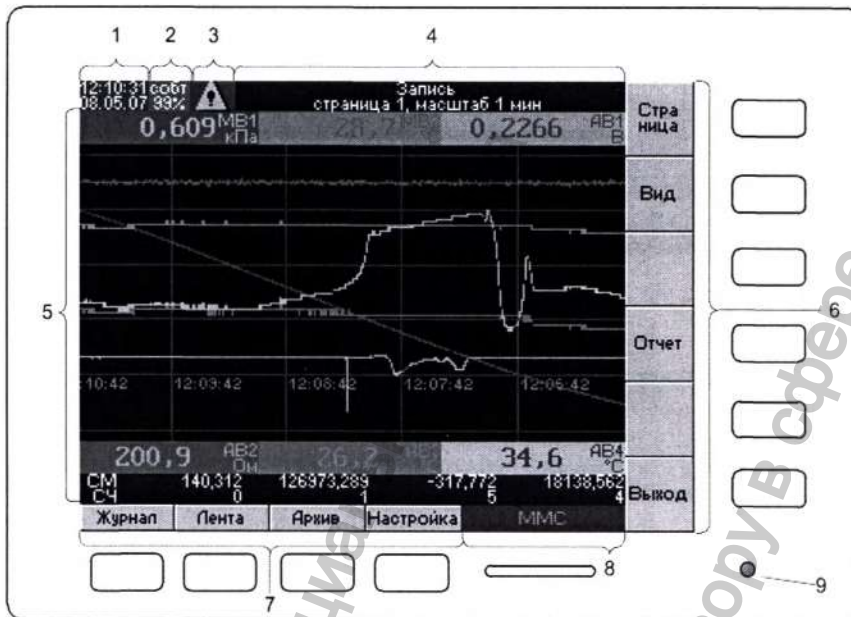

Рисунок 2.1 Интерфейс регистратора в режиме измерения
Регистратор имеет 10 функциональных клавиш, расположенных в два ряда – справа и снизу (см. рис. 2.1). Функции клавиш определяются режимом, в котором находится регистратор. Назначение каждой клавиши отображается на экране напротив соответствующей клавиши. Для увеличения размера рабочей области в режиме «Запись» имеется возможность скрыть подписи клавиш. Для этого в режиме «Запись» следует нажать клавишу **Выход**. Чтобы показать подписи следует нажать любую из 10 клавиш регистратора.
На передней панели регистратора имеется светодиодный индикатор записи на карту MMC (см. рис. 2.1, поз. 9). Также индикатор активен при включении регистратора.
- Текущее время и дата (см. рис. 2.1, поз. 1).
- Индикатор состояния памяти журнала событий (см. рис. 2.1, поз. 2). На индикаторе отображается количество свободной памяти для неподтвержденных событий в процентах от максимального размера журнала событий (750). Для того, чтобы освободить память, нужно войти в режим просмотра журнала событий и нажать клавишу **Подтвердить все**. В зависимости от уровня заполнения журнала индикатор имеет следующий цвет:
- Индикатор состояния аварийной сигнализации (см. рис. 2.1, поз. 3). Индикатор имеет следующие состояния:
- Индикатор текущего режима работы регистратора (см. рис. 2.1, поз. 4). На данном индикаторе выводится название текущего режима и другая дополнительная информация.
- Рабочее поле (см. рис. 2.1, поз. 5). В зависимости от режима работы регистратора на данном участке экрана отображается информация о текущих или архивных измерениях и настройках регистратора.
- Функциональное обозначение клавиш регистратора (см. рис. 2.1, поз. 6, 7).
- Индикатор состояния карты MMC (см. рис. 2.1, поз. 8). В случае если в разъеме MMC/SD присутствует карта, то на индикаторе отображается зеленым цветом надпись «MMC».
Для увеличения глубины архива измерений предусмотрена функция «Запись по событию». Для активации данной функции следует в меню «Общие настройки» установить параметру «Запись данных» значение «По событию». После этого регистратор переходит в режим ожидания события. В этом режиме производится измерение сигналов, однако не производится запись их значений во внутреннюю память. При этом на индикатор текущего режима работы регистратора (см. рис. 2.1, поз. 4) выводится сообщение «Измерение (ожидание события)». Также следует установить действие «Запись» для какой либо уставки (действие можно установить для аналоговых или дискретных входов, сумматоров, счетчиков, расписания). Следует отметить, что поскольку запись данных в этом режиме не ведется, то просмотреть архивные данные за этот период невозможно.
- «Авария». При активизации сигнализации производится включение визуальной сигнализации (индикатор аварийной сигнализации - см. рис. 2.1, поз. 4) и регистрация факта превышения уставки в журнале событий (записывается тип уставки, канал, время срабатывания и значение сигнала во время срабатывания)